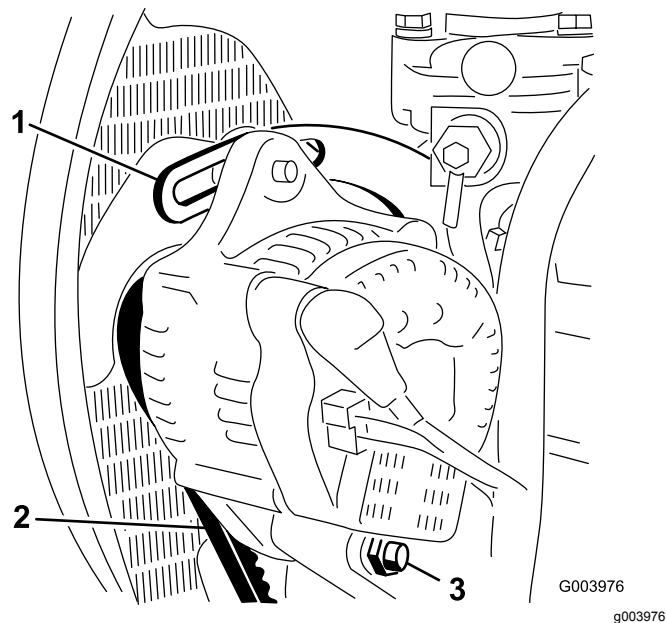

Figura 54
2. Verifique tensão da correia do alternador, premindo-a (Figura 54) até metade entre as polias do alternador e do cárter com uma força de 10 kg.
4. Desaperte o parafuso que segura a braçadeira ao motor (Figura 54), o parafuso que segura o alternador à braçadeira e o parafuso de articulação.